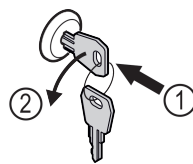

Fig. 160
- ▶ Introduceți cheia prin apăsare. Fig. 160 (1)
- ▶ Rotiți cheia cu 90° în sens invers acelor de ceasornic. Fig. 160 (2)